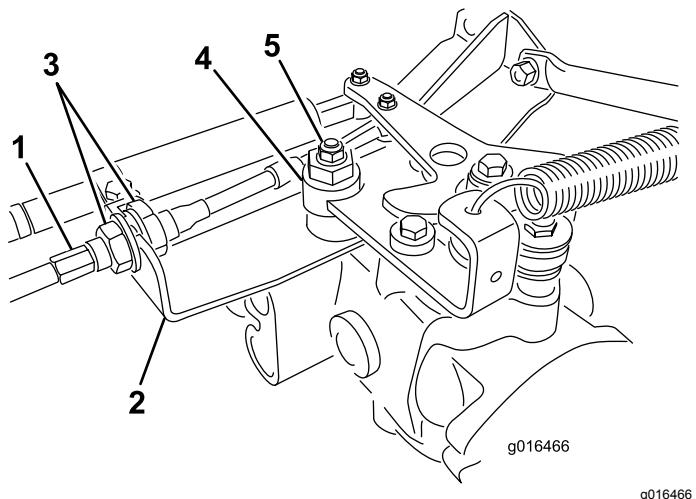

Figure 41
- A. Desserrez les deux écrous de blocage qui fixent le câble de commande de transmission à la traversée sur l'hydrostat (Figure 41). Desserrez les écrous de blocage uniformément et suffisamment pour permettre le réglage.
Remarque: Desserrez l'écrou de fixation de l'excentrique en haut de l'hydrostat (Figure 41).
- E. Lorsque la route arrête de tourner, serrez l'écrou pour bloquer l'excentrique et le réglage (Figure 41).
- G. De chaque côté de la traversée, serrez les contre-écrous uniformément pour fixer le câble de transmission à la traversée (Figure 41). Ne tordez pas le câble.